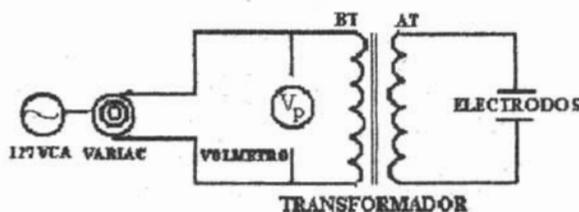

Figura 2.14
f) Con ayuda del instructor arme el dispositivo de la figura 2.14.